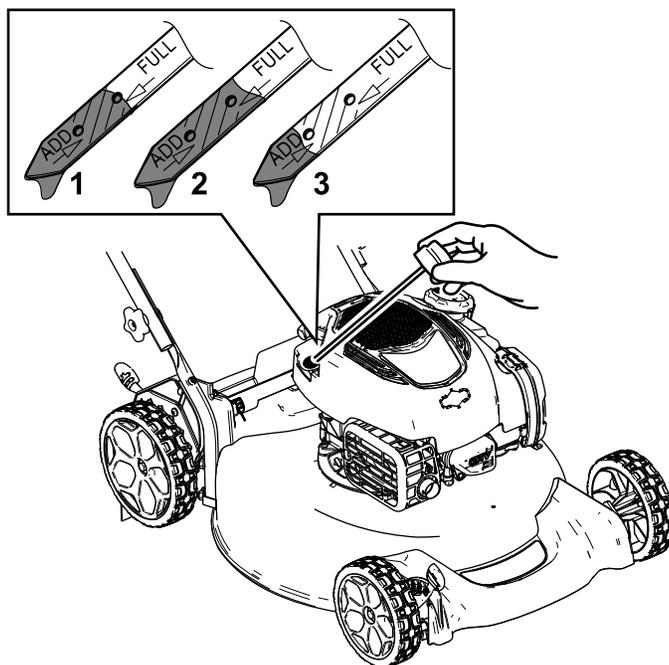

Figura 7
- Girate il tappo in senso antiorario ed estraete l'asta di livello (Figura 7).
7. Controllate il livello dell'olio sull'asta (Figura 7).